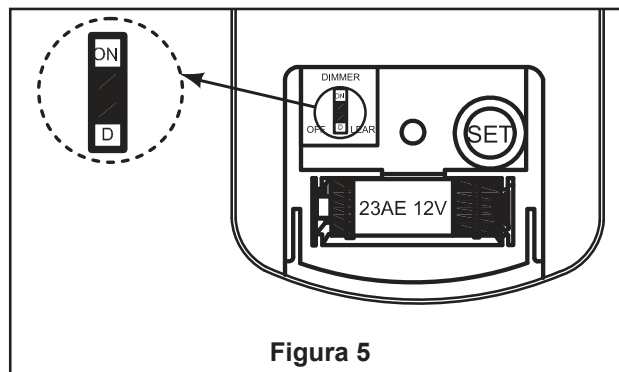

Figura 5
- ☐ 5. Pase los cables a través de la cubierta de unión del motor, la cubierta para el tornillo y el capuchón. (Figura 5)
- ☐ 5. Conmutador “D” y “ON”: La selección “ON” es la selección regulable de luz y debe ser utilizada con todas las bombillas menos con las bombillas CFL. La selección “D” es la encender solo la luz (sin la función de regulación) y debe ser utilizada con bombillas CFL, ya que estas no pueden ser reguladas. El receptor ofrece la siguiente función protectora: (Figura 5)